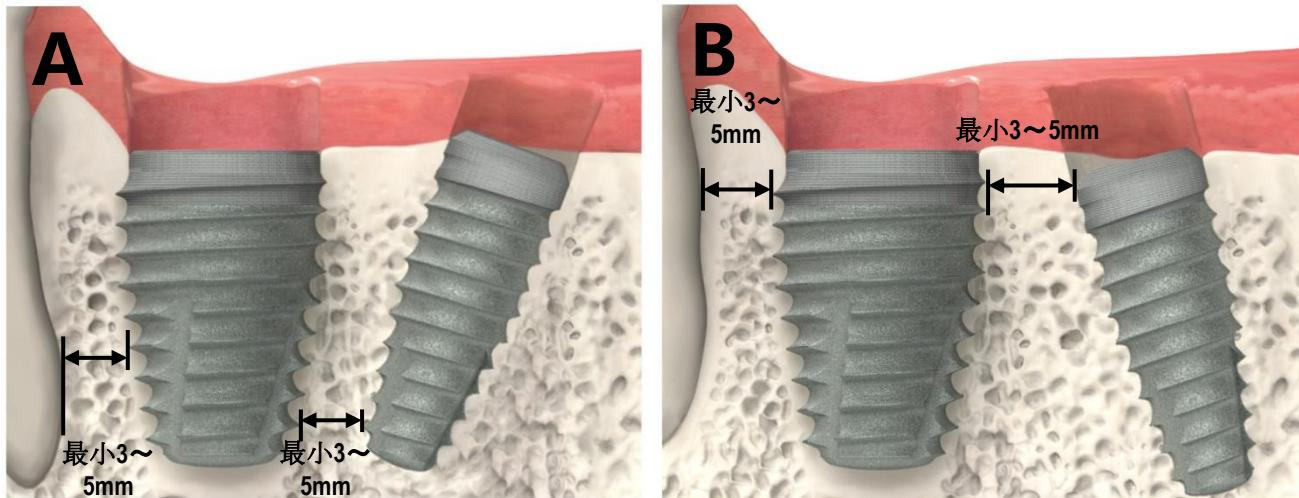

図1.警告および注意事項(3)
歯科インプラントは、不適切な咬合による過負荷、金属疲労、インプラント挿入時の締め付け過剰など、さまざまな理由で機能を失うことがあります。インプラントは一定の割合でオッセオインテグレーションを達成または維持できないことがあります。可動性によって示され、その場合には除去が必要があります。アバットメント破損の原因として考えられるものには、30 度を超える角度での鋸造、チタンの鋸造温度が 2010°F (1099°C) を超えていること、歯周病の進行している歯に装着した際のインプラントの支持が不十分であること、上部構造の非受動的な適合、不適切な咬合による過負荷、セメントで固めたアバットメントの不完全な固定、ポンティックの過剰延長などがあります。小径インプラント (角度付きアバットメントまたは直線的アバットメントとの併用) は口腔前方部での使用を意図しています。インプラントが失敗する可能性があるため、口腔後方部は対象としていません。Tapered IM インプラントについては、(1) 大臼歯部に使用してください (2) 大臼歯の抜歯部位一箇所につき、1 本のインプラントを使用してください (3) 隣接するインプラントまたは隣在歯より 3～5mm の位置とし、インプラントの尖端部から隣接するインプラントまでの距離またはインプラントから歯の接触部の距離は、歯冠までと歯槽頂までが 3mm となる位置に埋入してください (図1) (4) 十分に安定させるため、頬側または舌側の歯槽表面から 1.5mm 以上確保してください (5) 外科医が、より小径のインプラントでは初期固定不良により失敗の可能性が高まると判断した場合、また外科手術が増えることにより合併症の可能性が高まると判断した場合に使用してください。